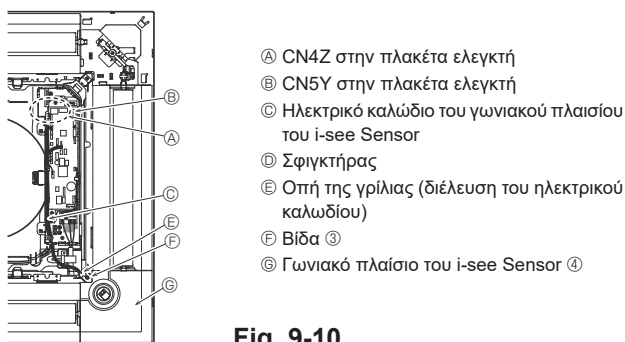

Fig. 9-10
9.4.6. Εγκατάσταση του γωνιακού πλαισίου του i-see Sensor (Fig. 9-10)
- Περάστε τον συνδετήρα καλωδίου (λευκό, 4 πόλων και λευκό, 5 πόλων) του γωνιακού πλαισίου του i-see Sensor ④ από το πλάι του ηλεκτρικού κουτιού στην κύρια μονάδα και συνδέστε τον στον συνδετήρα CN4Z και CN5Y της πλακέτας ελεγκτή.